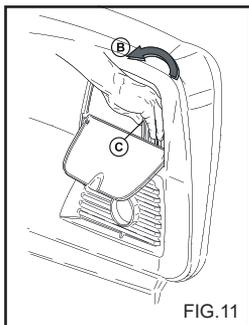

FIG. 11
El dispositivo regulador de presión (fig. 11) permite regular la presión de trabajo. Girando el botón C en el sentido de las agujas del reloj (B) (mínimo), se obtiene una reducción de la presión de trabajo.